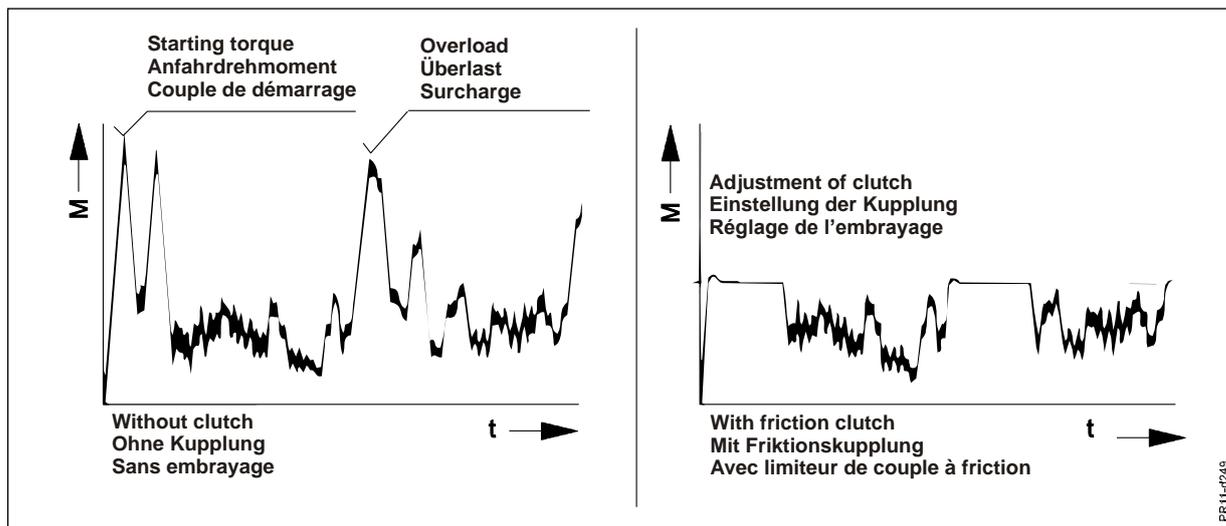

Abb. 7-2
**Abb. 7-2** Um eine lange Lebensdauer für den Schlepper und die Maschine sicherzustellen, wird die Maschine mit a **Rutschkupplung** an der vorderen Zapfwellen-Antriebswelle geliefert. Die Abbildung stellt dar, wie die Kupplung das Getriebe gegen Drehmoment-Spitzenwerte schützt und gleichzeitig in der Lage ist, das Drehmoment zu übertragen, während es kurzzeitig in Betrieb ist (rutscht).